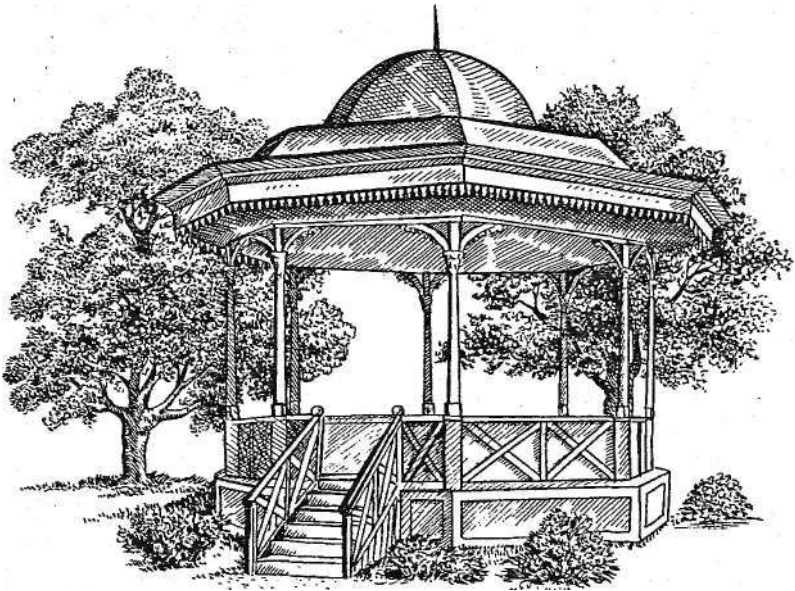

Рис. 9. Крыша комбинированной конструкции
- крыши усложненной комбинированной конструкции (рис. 9);